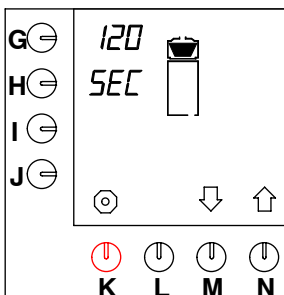

Fig. 37 Tempo di gocciolamento
- Premere il tasto di selezione (N.)↑ fino a che sullo schermo viene visualizzato quanto illustrato nella fig. 37 .